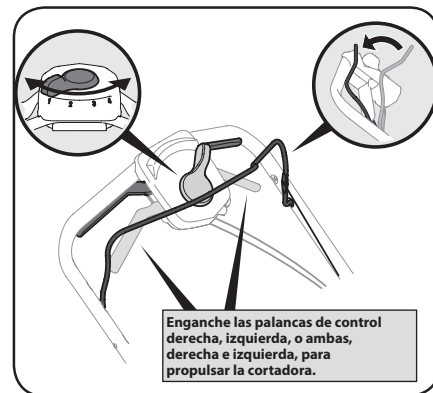

Figura 3-2
1. Una vez que el motor esté funcionando y mientras sigue oprimiendo el control de la cuchilla, apriete cualquiera de los controles de la transmisión (o ambos) contra la manija superior para propulsar la cortadora. Consulte la Figura 3-2.